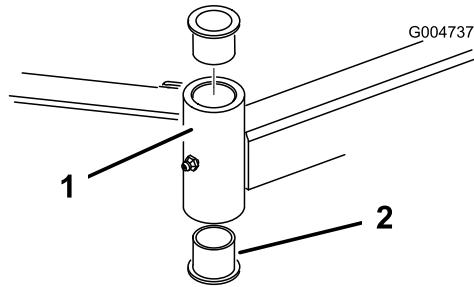

Figura 24
4. Introduza um punção para cavigas na zona superior ou inferior do tubo de montagem e retire o casquilho para fora do tubo (Figura 24). Retire igualmente o outro casquilho do tubo. Limpe o interior dos tubos para remover a sujidade.